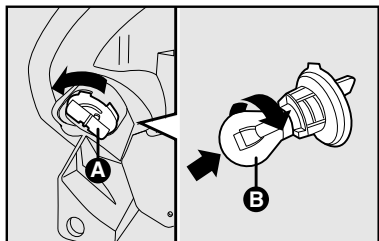

fig. 18
### Dianteiros fig. 18
- remover a tampa/porta-lâmpada **A- fig. 18** girando em sentido anti-horário;
- extrair a lâmpada **B-fig. 18** empurrando-a ligeiramente e girando-a em sentido anti-horário (bloqueio a "baioneta") e substituí-la;
- montar a tampa/porta-lâmpada **A-fig. 18** rodando em sentido horário assegurando-se do correto bloqueio;